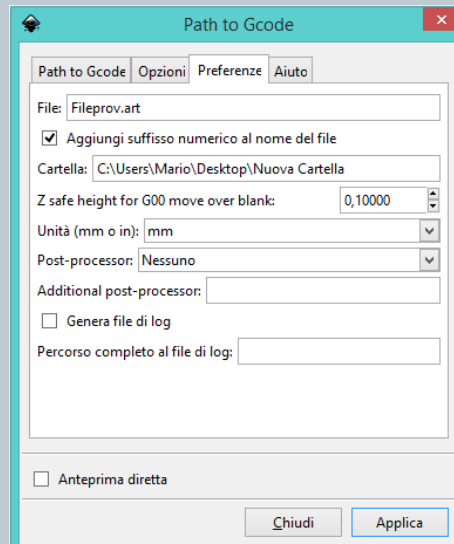

Fig. 66
- Nella terza schermata “Preferences” selezionare i valori come da immagine (Fig. 66) e inoltre: